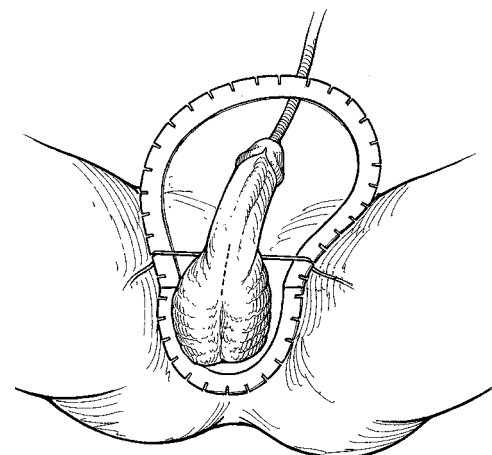

Figura 4-2. Penoscrotal: identificați locul de incizie
- Atunci când utilizați un retractor SKW, plasați retractorul inelar la nivelul pacientului cu inelul mare orientat către capul pacientului (cefalic) și inelul mai mic orientat către picioarele pacientului (caudal). (**Figura 4-2**).
- În timp ce mențineți în poziție incizia la nivelul penisului, plasați cârlige în pozițiile orelor 1, 5, 7, 11, 3 și 9 (**Figura 4-2**).